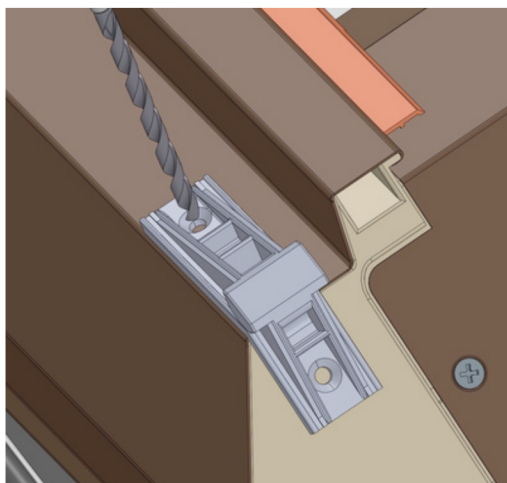

Rys.5
- 3) Przyłożyć ślizg **[g]** do dolnej krawędzi skrzydła (Rys. 5 i 6)